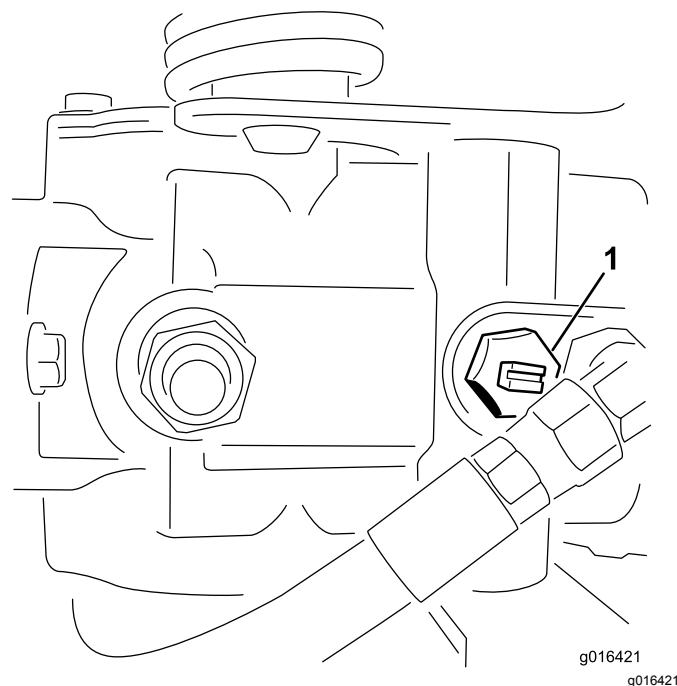

Figura 33
1. Girate la valvola bypass sulla pompa in modo che la scanalatura sia verticale (Figura 33).
2. Prima di avviare il motore chiudete la valvola bypass girandola in modo che la scanalatura sia orizzontale (Figura 33).